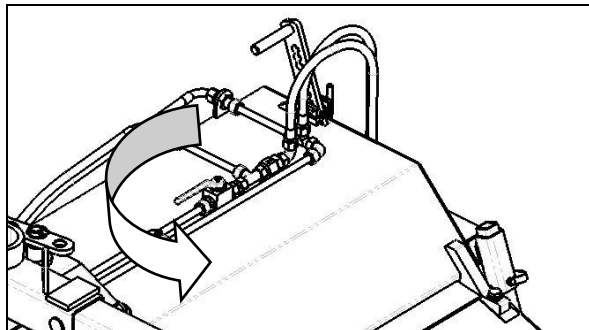

Fig. 4.10
- Sowie Absperrhahn zum Hydraulikzylinder des Sammelbehälters (Fig. 4.10) schließen.
- Seitenkehrbesen nach oben schwenken und mit Federstecker (1) sichern.